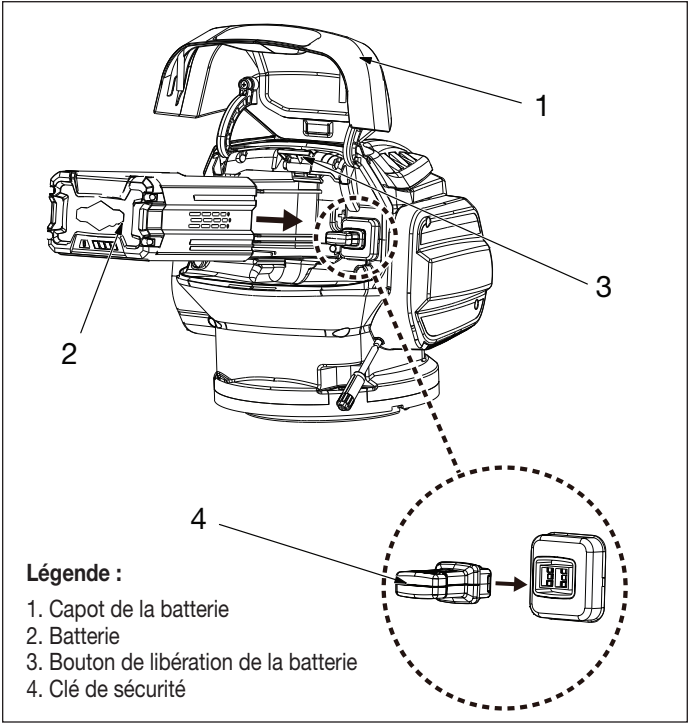

Figure 6 : installation de la batterie
- Levez le capot de la batterie et maintenez-le ouvert. Reportez-vous à la figure 6.
- Sortez la batterie en la faisant glisser vers l'arrière du compartiment. Reportez-vous à la figure 6.